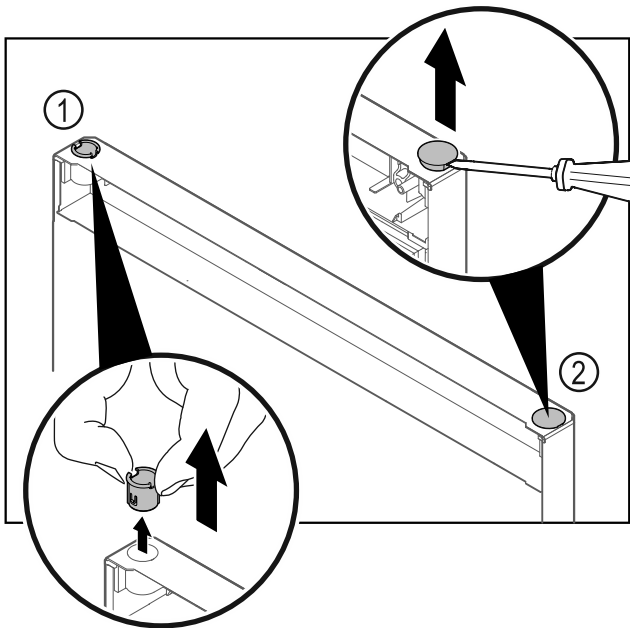

Fig. 35 Deur vriesgedeelte
- ▶ Scharnierbus Fig. 35 (1) met de vingers eruit trekken.
- ▶ Afdeekstop Fig. 35 (2) voorzichtig met een sleufschroevendraaier optillen en eruit trekken.